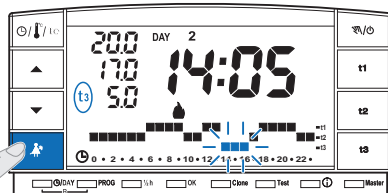

fig. 48
- Solo con el programa funcionando (P 01 ÷ P 03), presionando la tecla “” se apaga el servicio conectado por 3 horas y el cronotermostato funcionará con temperatura **t3 Ausencia**. La activación de esta función se visualiza en **t3** en la escala de 24h por tres dígitos que parpadean en las 3 horas, comenzando por la actual (ejemplo fig. 48).